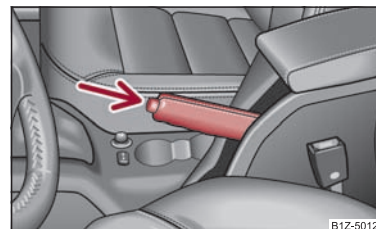

Fig. 86 Consola central: Freno de mano
- Tire de la palanca del freno de mano un poco hacia arriba y pulse **simultáneamente** el botón de bloqueo ⇒ fig. 86.